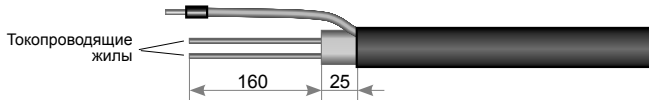

Рисунок 4
5.1.4. Снять матрицу с токопроводящих жил (см. рис. 4).